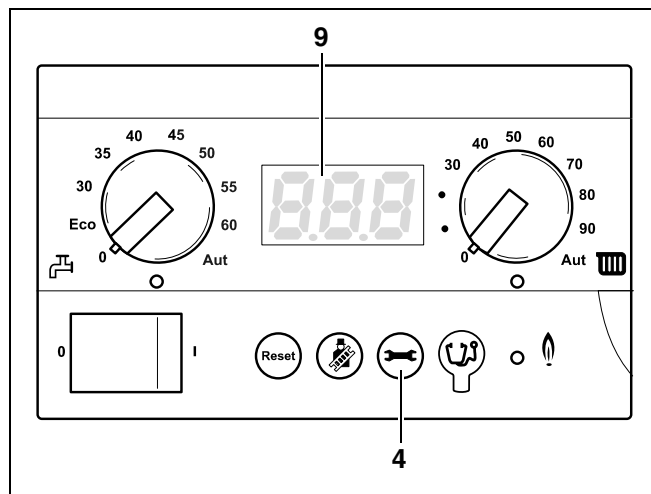

Abb. 11 Basiscontroller BC10
- Taste „Statusanzeige“ (Abb. 11, **Pos. 4**) drücken, bis der Anlagendruck („P0.0“ bis „P3.0“) im Display (Abb. 11, **Pos. 9**) angezeigt wird.